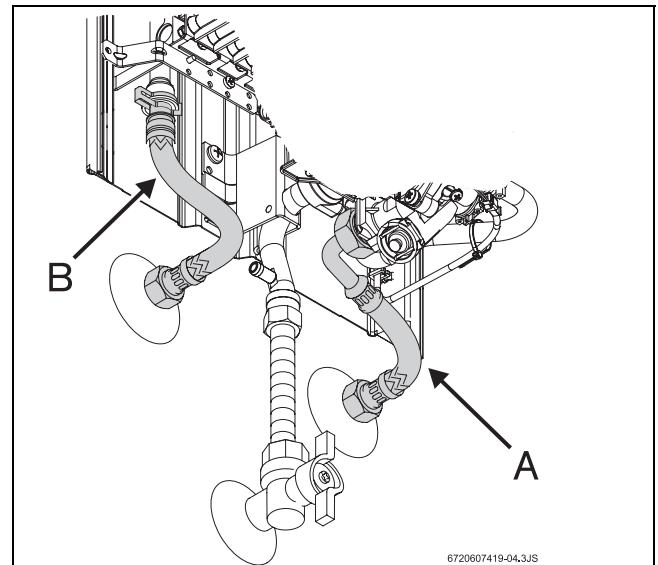

Fig. 11 Racordarea la apă
- Marcați conductele de apă rece (fig. 11, poz. A) și conductele de apă caldă (fig. 11, poz. B), pentru a evita confuziile.